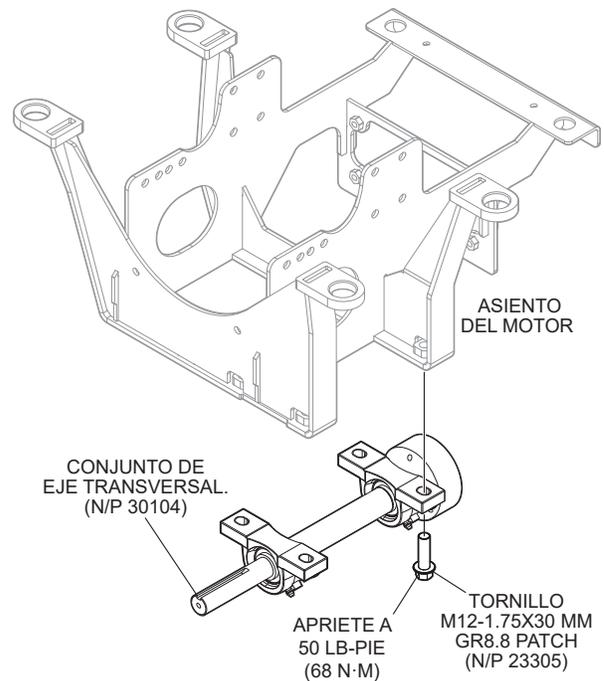

Figura 11. Instalación del eje transversal
4. Use un cubo de 16 mm para instalar el **nuevo** conjunto de eje transversal (Figura 11), N/P 30104, con tornillos existentes (4), en el asiento del motor. Aplique azul (N/P 1477).
5. Reinstale el manguito del calibre en el eje transversal. Inserte el calibre de láminas de 0,032" (Figura 11) entre el pasador del calibre y el manguito del calibre.
- Vuelva a montar el eje transversal (con el conjunto de polea inferior) en el asiento del motor. Consulte la sección de "Montaje del eje transversal" y la Figura 11.